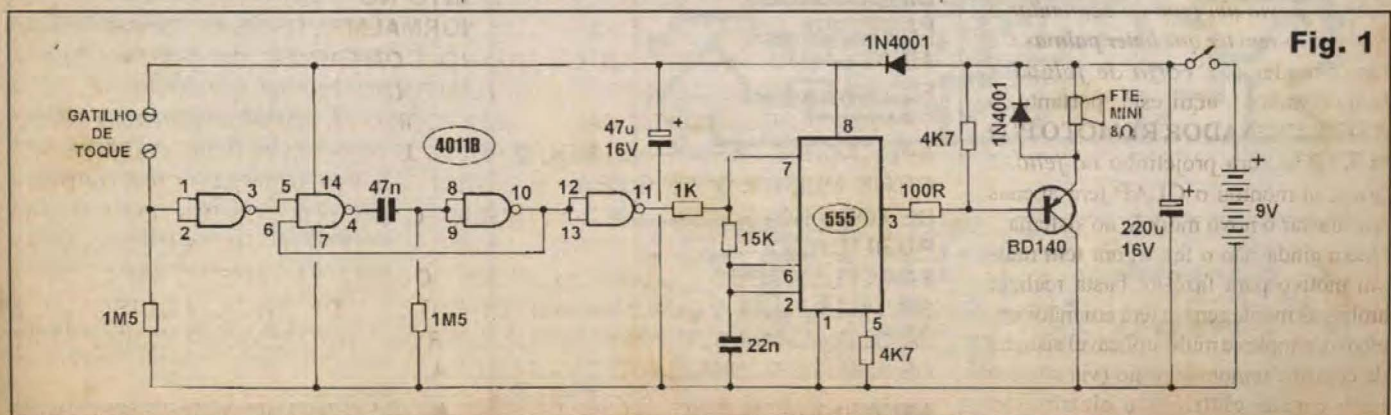

Fig. 1
- FIG. 1 - DIAGRAMA ESQUEMÁTICO DO CIRCUITO - O CLAP, para seu devido gatilhamento, requer um pulso sonoro de características bastante específicas: agudo, curto, de boa intensidade momentânea e de rápido ataque (desenho bastante vertical do início da forma de onda...), atributos que - não sem motivo - estão todos no... som do bater de palmas, originalmente recomendado para o comando... Dessa forma, a realização de um comando puramente eletrônico resume-se em tentar reproduzir o melhor possível tais características (ainda que não obrigatoriamente imitando o timbre muito específico de um bater de palmas real...). Para tanto, partimos de um integrado 555 operando em astável, que - quando autorizado - oscila em frequência suficientemente alta, dentro da faixa audível, determinada basicamente pelos valores dos resistores de 1K e 15K, mais o capacitor de 22n e o resistor de 4K7 agregados ao componente... Como precisamos de elevada (relativamente) potência momentânea, a saída do 555 (pino 3) é direcionada através de um resistor